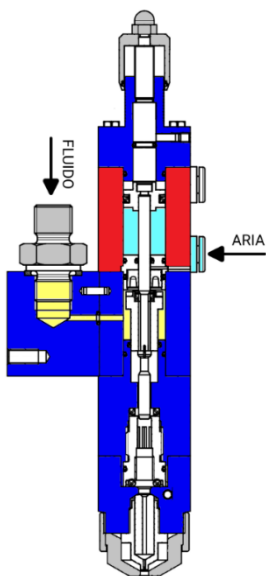

Figura 03 – Fase a riposo
- Il fluido è pronto ad uscire nella sua apposita camera (Figura 03);
- Non appena lo spillo è tornato indietro del tutto (e quindi anche il pistone), viene oggettivato l'arrivo del pistone e viene interrotto il flusso d'aria di nebulizzazione (Figura 03).